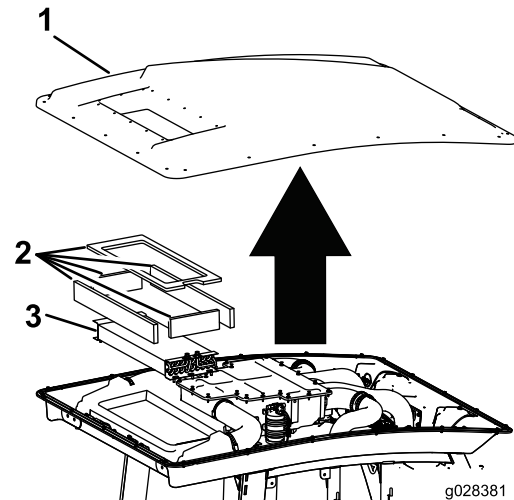

Bild 115
3. Nehmen Sie die 22 Schrauben ab, mit denen das Dach befestigt ist, um das Kabinendach von der Kabine abzunehmen (Bild 115).
4. Entfernen Sie die Luftfilter (Bild 115).
5. Entfernen und reinigen Sie die Klimaanlage-schlangen (Bild 115).